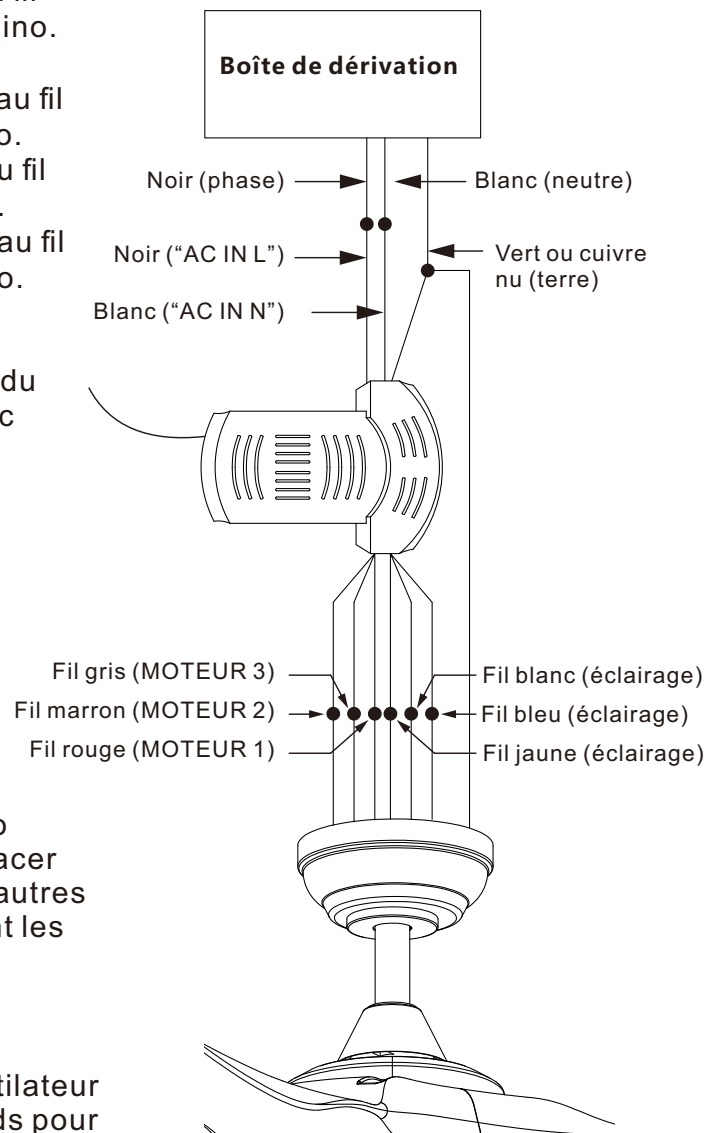

Figure 17
### Raccordements électriques moteur-récepteur : (Fig. 17)
**Étape 2 :** (Fig. 17) Connecter le fil noir (**phase**) du plafond au fil "AC in L" du récepteur et le fil blanc (**neutre**) au fil "AC in N", puis serrer avec les dominos fournis.
**Étape 3 :** (Fig. 17) Si la boîte de jonction dispose d'un fil de terre (vert ou cuivre nu), le connecter aux fils de terre du ventilateur et du récepteur. Sinon, connecter le fil de terre du support aux fils de terre du ventilateur et du récepteur. Fixer les connexions avec un domino fourni. Après raccordement, séparer les fils : placer les fils vert et blanc d'un côté de la boîte, et les autres fils de l'autre côté. Enfin, insérer soigneusement les connexions dans la boîte.